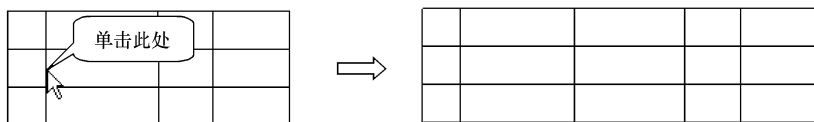

图 10-18 添加列
- **【添加列】按钮** **添加列**：在【行和列】选项组中单击【添加列】按钮 **添加列**，如果插入点在表格的右下角，在欲插入列的表格左侧竖直边线上单击，则在该列左侧添加新列，其列宽和所选边线右侧的列一样，如图10-18所示。